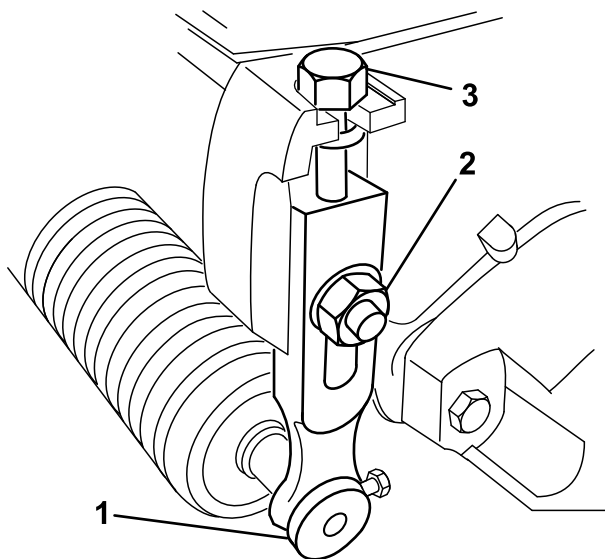

Рисунок 17
1. Ослабьте контргайки крепления рычагов регулировки высоты скашивания к боковым пластинам режущего блока (Рисунок 17).